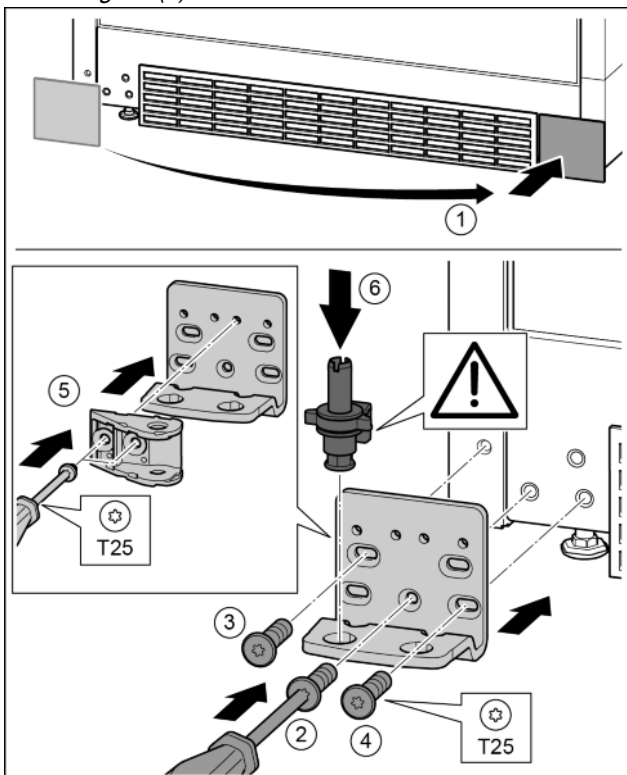

Fig. 27
- ▶ Снять крышку и поставить с другой стороны. Fig. 27 (1)
- ▶ Установить опорный кронштейн с другой стороны и прикрутить с помощью отвертки T25. Начинать с винта 2 в центре. Fig. 27 (2)
- ▶ Затянуть винты 3 и 4. Fig. 27 (3, 4)
- ▶ Повернуть соединительный элемент амортизатора закрывания дверей на 180°. Прикрутить с другой стороны опорного кронштейна с помощью отвертки T25. Fig. 27 (5)
- ▶ Снова установить опорный палец в сборе. При этом следить за тем, чтобы выступ фиксатора был направлен назад. Fig. 27 (6)